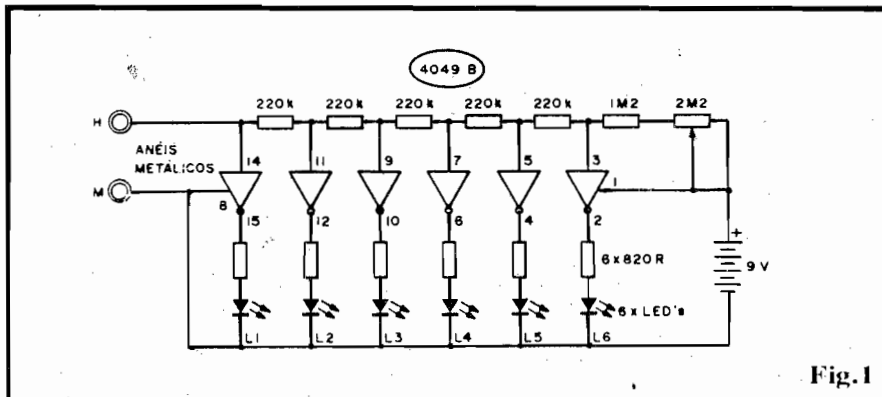

Fig.1
- **FIG. 1 - O CIRCUITO** - Toda a medição de Resistência entre os contatos/sensores (anéis "H" e "M", para o Homem e a Mulher...) é feita por um único Integrado da "família" digital C.MOS, código 4049B... Este contém 6 **gates** simples inversores que, no caso, não são usados bem "digitalmente", mas como interpretadores de "degraus" de Tensão numa escala analógica, ou seja: como comparadores em "degraus"... Os tais "degraus" de Tensão são previamente determinados por uma "fila" de resistores de 220K, de modo que a entrada (pinos 14-11-9-7-5-3) de cada **gate** receba um determinado e fixo percentual da "voltagem" aplicada sobre toda a fila... Na extremidade **positiva** dessa fila de resistores de referência, um resistor fixo de 1M2 e um potenciômetro de 2M2 permitem ajustar dentro da faixa ampla e confortável, a sensibilidade geral do conjunto... Observem, agora, que a "Re-